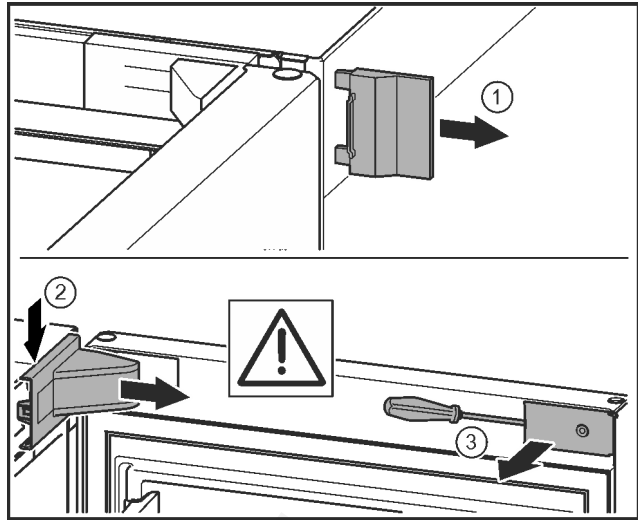

Fig. 11 *
- Vegye le a külső fedelet. *Fig. 11 (1)*
- Pattintsa ki és oldja ki a csapágybak fedelét. Vegye le a csapágybak fedelét. *Fig. 11 (2)*
- Hornyoltfejű csavarhúzóval pattintsa ki a lemezt, és fordítsa oldalra. *Fig. 11 (3)*